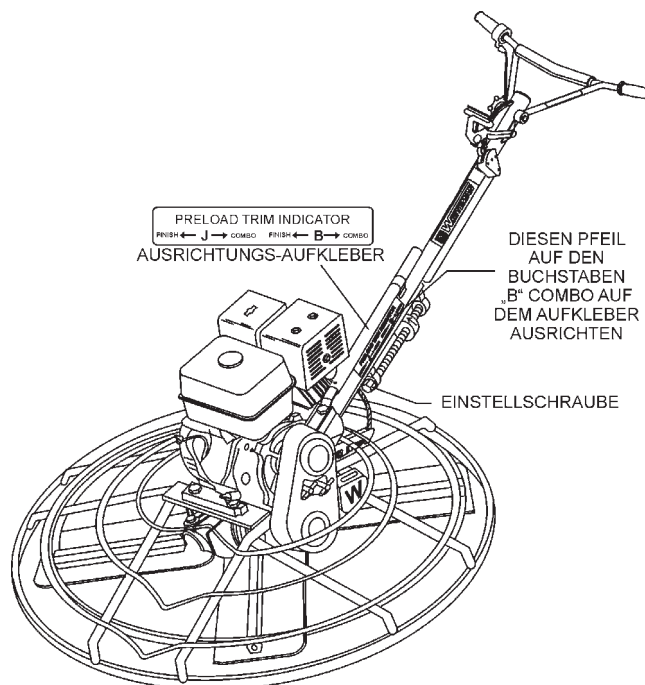

Abbildung 16. Einstellung der Vorspannung
- Die Einstellungsschraube befindet sich auf der Unterseite der Führungsstange (Abbildung 16).